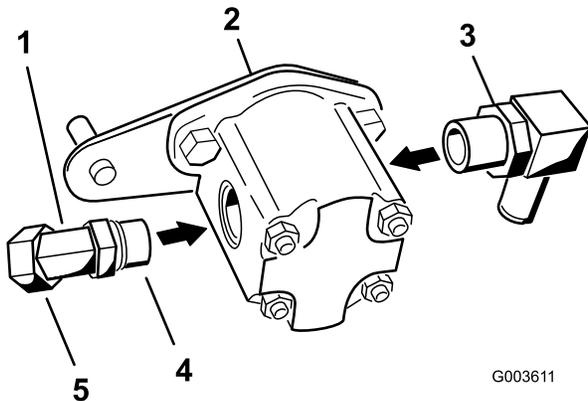

図 17
2. 45度の角エルボを油圧ポンプの側部に取り付ける 図 17。